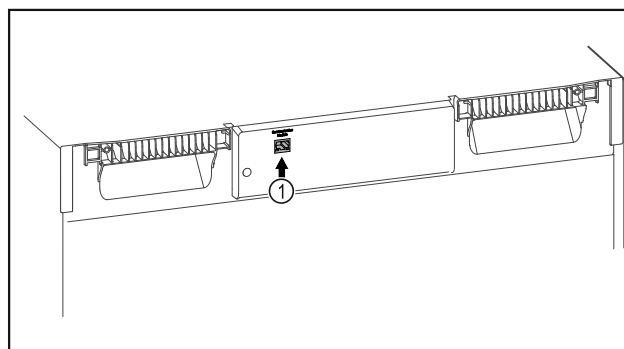

Fig. 88
- SmartModule Fig. 88 (1) er sat i.